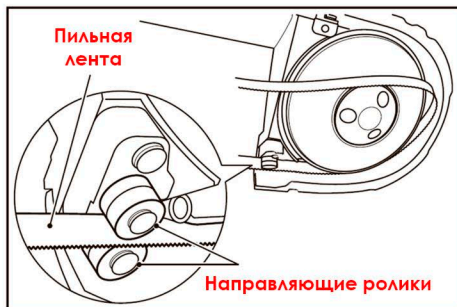

Рис.5
3. По очереди толкайте пыльную ленту на одном и другом шкиве пока плотно не упрется в нижнюю часть колес. (Рис. 5).